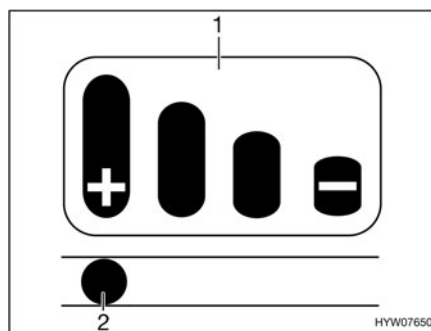

Fig. 174 Indicación del desgaste
En la palanca de acoplamiento se ha instalado una indicación del desgaste (Fig. 174) con un diagrama de barras (Fig. 174,1).
- Cuando el perno (Fig. 174,2) en el agujero oblongo se encuentra en la marca "+", los forros de fricción todavía se encontrarán en estado nuevo.